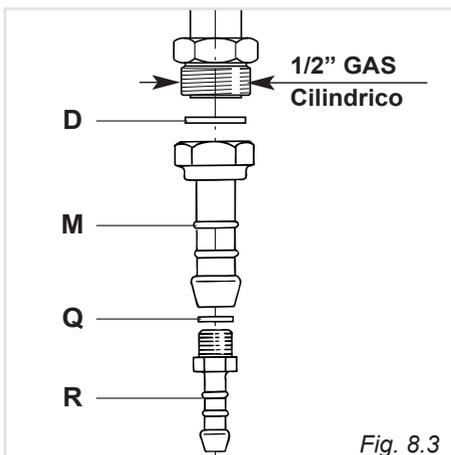
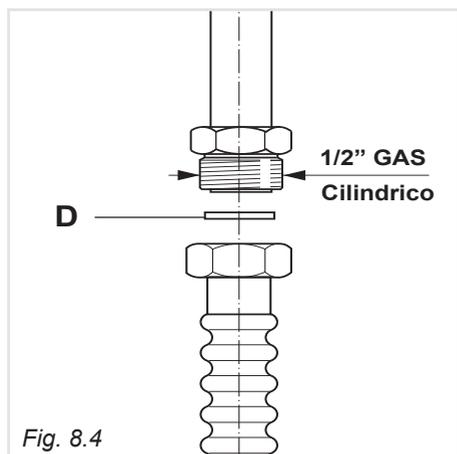

Fig. 8.3
Fig. 8.4
Il gruppo di raccordo (fig. 8.3) si compone di:
- Montare il raccordo portagomma "M" interponendo la guarnizione di tenuta "D" (fig. 8.3).
- Montare sul portagomma "M" la riduzione "R" con interposta la guarnizione "Q" (fig. 8.3).
necessario togliere il portagomma “M” (fig.8.3) ed avvitare direttamente sul condotto gas dell’apparecchio il terminale del tubo metallico interponendo la guarnizione “D” (fig.8.4).